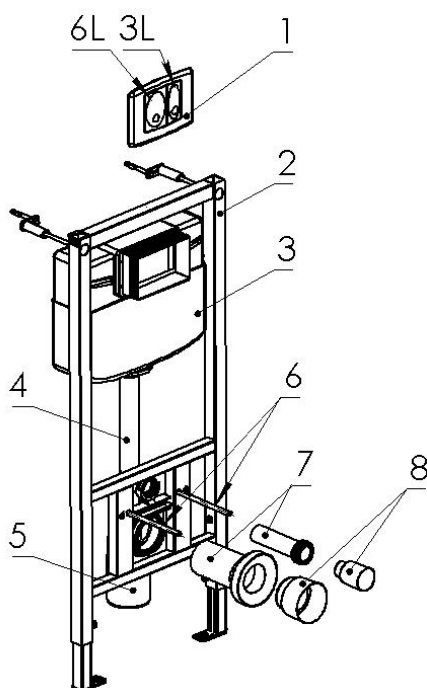

Рис.1 ОСНОВНЫЕ ПОЗИЦИИ:
1.2 Скрытая установочная система подвесного унитаза WC1110 (рис.1) состоит из несущего конструктивного элемента – рамы, с креплением к стене и полу, пластикового бачка в сборе с наполнительной и спускной арматурой, установленного на раме, кнопкой с механическим приводом, и пластиковой арматурой, обеспечивающей впуск воды из бачка в унитаз и отвода стоков из унитаза во внутреннюю канализацию зданий.